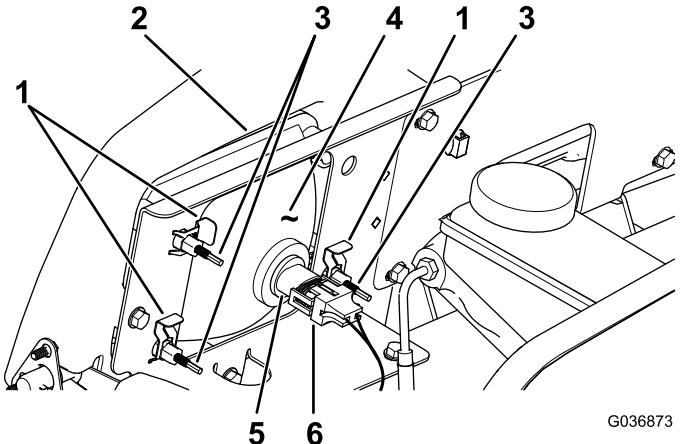

Figura 36
3. Desconecte el conector eléctrico del arnés de cables del conector del conjunto de la luz (Figura 36).
4. Retire los conectores rápidos que sujetan el faro al soporte del faro (Figura 36).
5. Retire el conjunto del faro desplazándolo hacia adelante y pasándolo por el hueco del parachoques delantero (Figura 36).
6. Introduzca el faro nuevo a través del hueco del parachoques (Figura 36).
7. Sujete el conjunto del faro con los conectores rápidos que se retiraron en el paso (4).
8. Conecte el conector eléctrico del arnés de cables al conector del conjunto de la luz (Figura 36).
2. En la parte trasera del faro, gire los tornillos de ajuste (Figura 36) para pivotar el conjunto y ajustar de la posición del haz de luz.